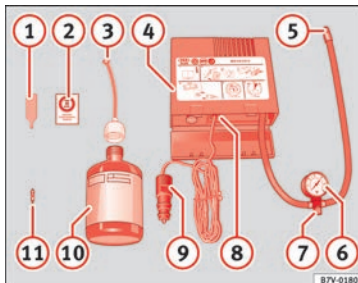

Fig. 58 Representação standard: conteúdo do kit antifuros.
- Desenrosque a proteção e o obus da válvula do pneu. Utilize o aparelho » **Fig. 58 ①** para retirar o obus. Coloque-o numa superfície limpa.
- Agite com força a garrafa de vedante de pneus » **Fig. 58 ⑩**.
- Enrosque o tubo de enchimento » **Fig. 58 ③** na garrafa de vedante. O selo da garrafa partir-se-á automaticamente.
- Remova o tampão do tubo de enchimento » **Fig. 58 ③** e enrosque a extremidade aberta do tubo na válvula do pneu.
- Volte a colocar o obus com o aparelho » **Fig. 58 ①** na válvula do pneu.
- Enrosque o tubo de enchimento do pneu do compressor » **Fig. 58 ⑤** na válvula do pneu.
- Verifique se o parafuso de evacuação de ar está enroscado » **Fig. 58 ⑦**.
- Ligue o conector » **Fig. 58 ⑨** a uma tomada de corrente de 12 volts do veículo » **Fig. 58 ⑨** **Página 144**.
- Ligue o compressor de ar com o interruptor ON/OFF » **Fig. 58 ⑧**.
- Volte a verificar a pressão passado 10 minutos » **Fig. 58 ⑧** **Página 83**.